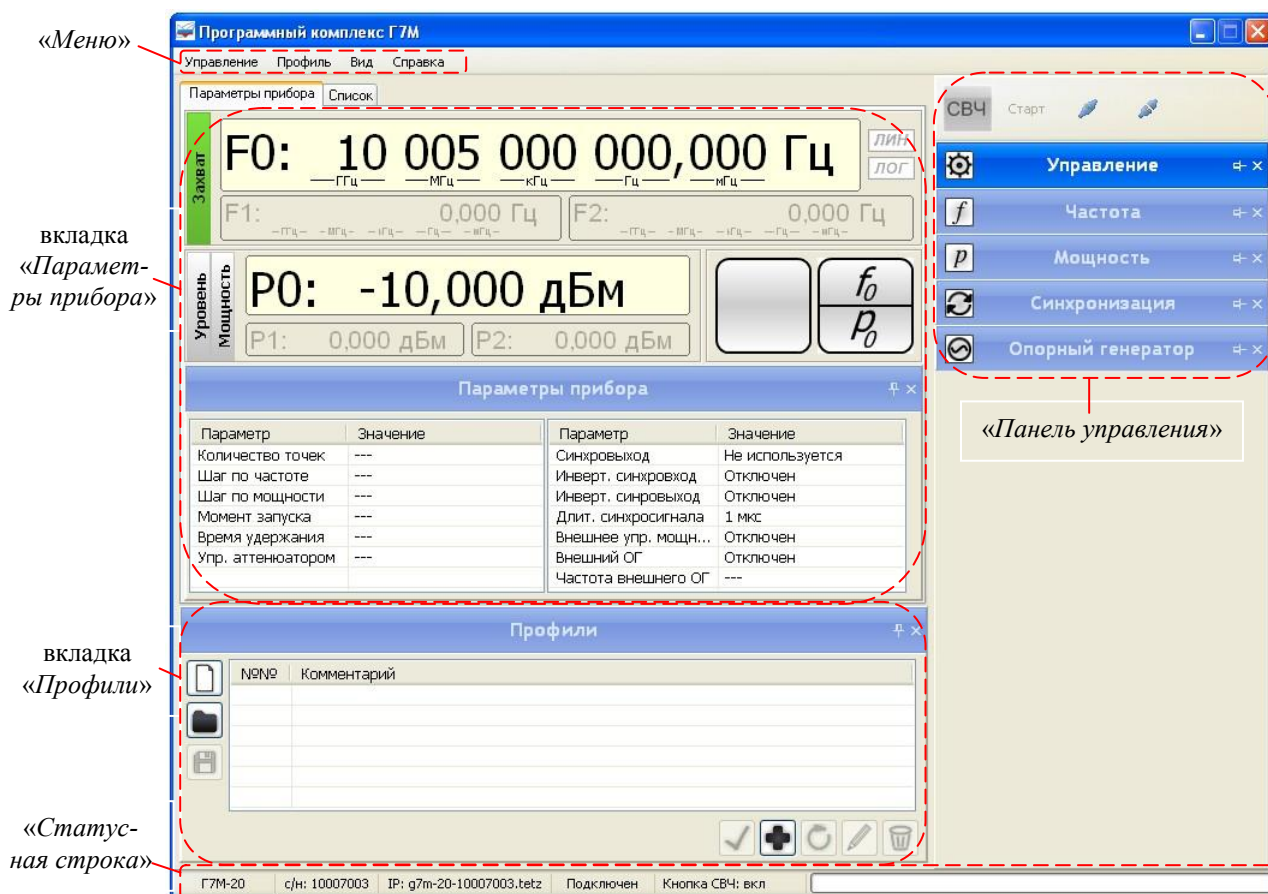

Рисунок 6.1 – Окно ПО
6.1.1 Для управления Г7М предназначено программное обеспечение «Программный комплекс Г7М». После установки и запуска окно ПО будет представлять собой *Windows*-приложение (рисунок 6.1).